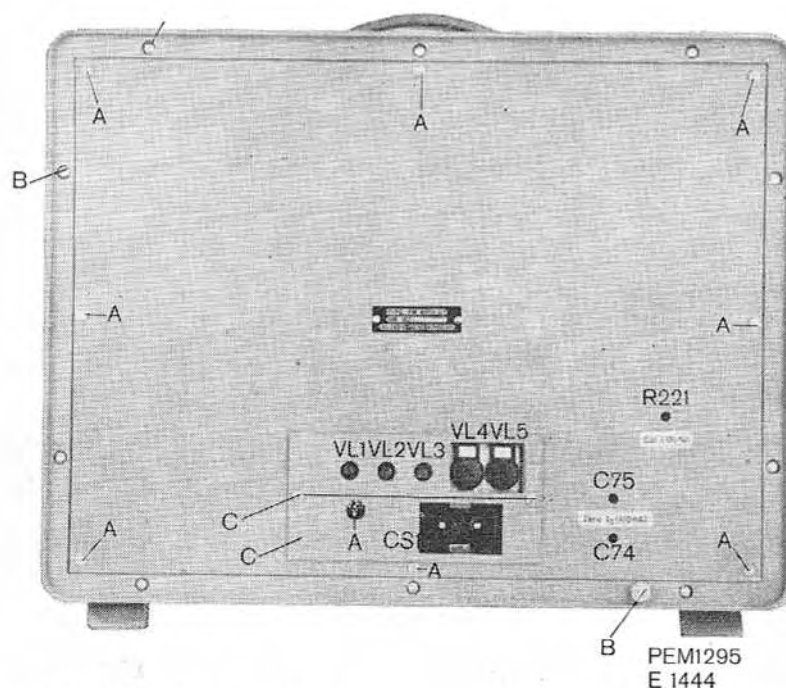

Fig. 3. Vue arrière
A. ADAPTATION A LA TENSION SECTEUR LOCALE (fig. 3)
- à l'aide de la vis de masse B (fig. 3) montée à l'arrière de l'appareil